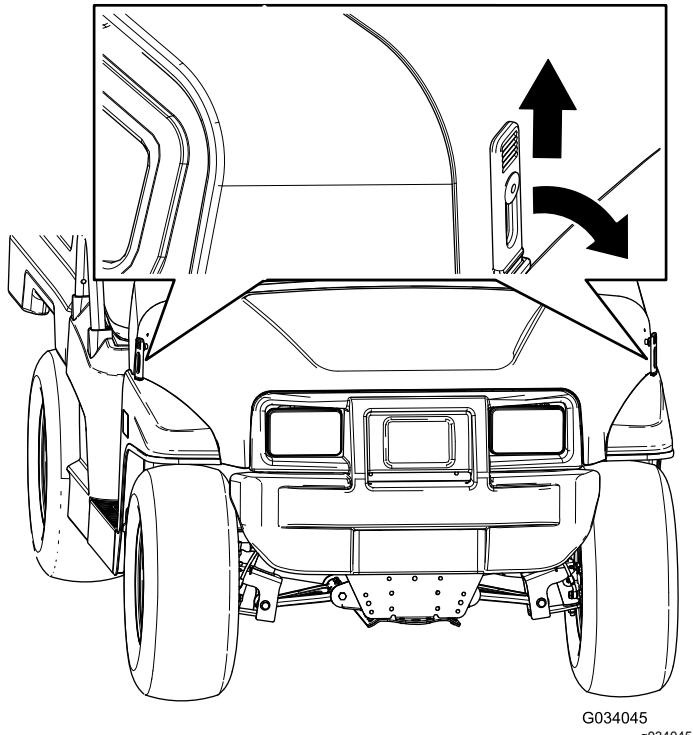

Рисунок 25
1. Поднимите ручки резиновых защелок с каждой стороны капота (Рисунок 25).
- Закрепите капот, совместив резиновые защелки с фиксаторами защелок с каждой стороны капота (Рисунок 25).